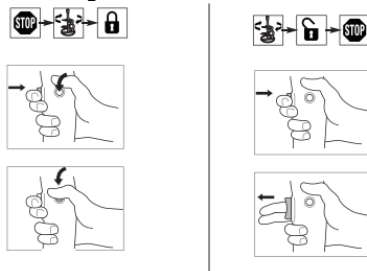

Abbildung 2
- An / Aus Schaltung (Abbildung 2)
- Säubern Sie die Lüftungsbereiche (Abbildung 2) regelmäßig mit einer Bürste oder komprimierter Luft.